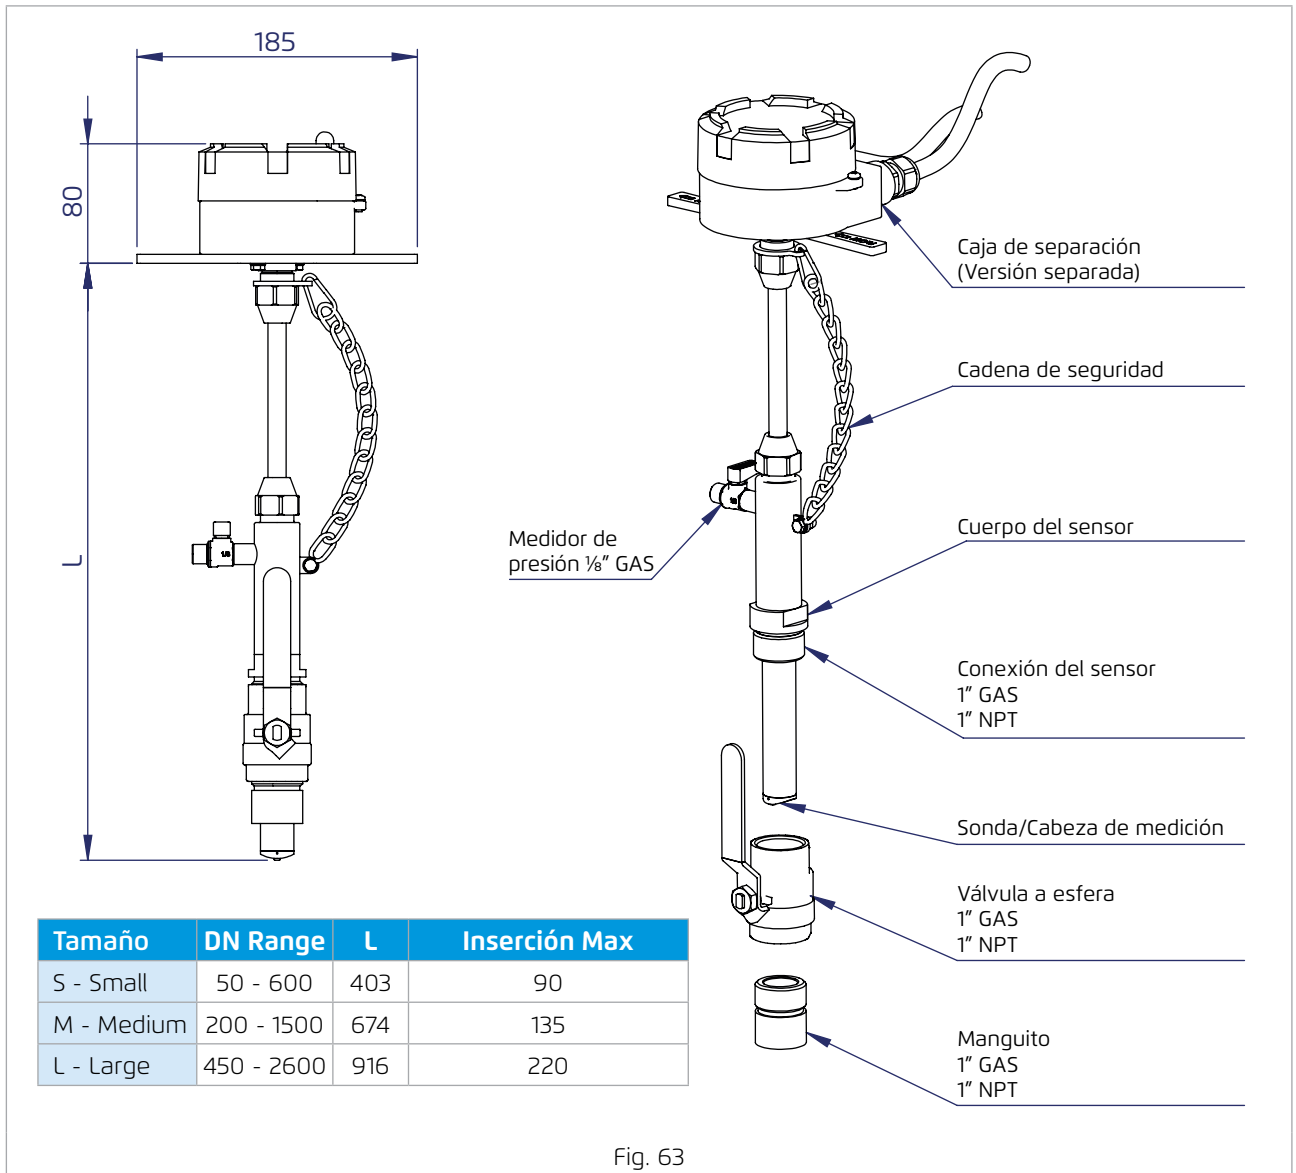

Fig. 63
- $L$  = Longitud el medidor, datos del cuadro en Fig. 63